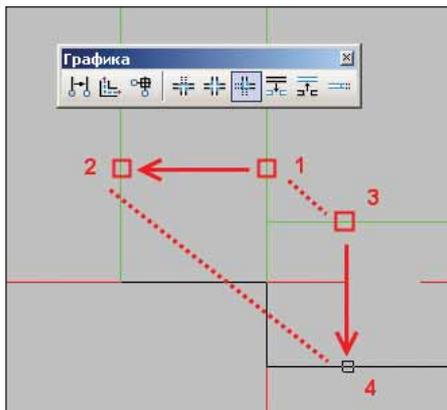

Рис. 26
- Примыкающее соединение** (рис. 26).